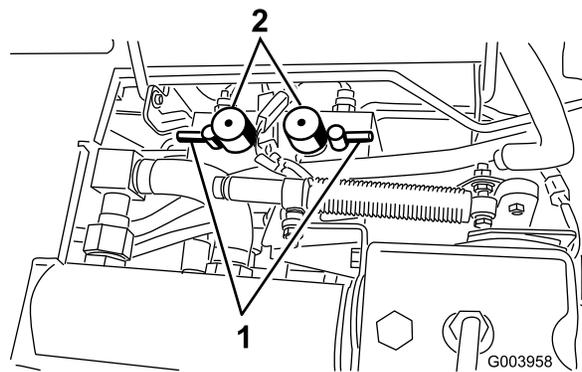

Figura 84
5. Ponga los mandos de velocidad de ambos molinetes en la posición 1 (Figura 84).
6. Seleccione la palanca de autoafilado correspondiente a los molinetes a autoafilar: delantero, trasero o ambos (Figura 84).